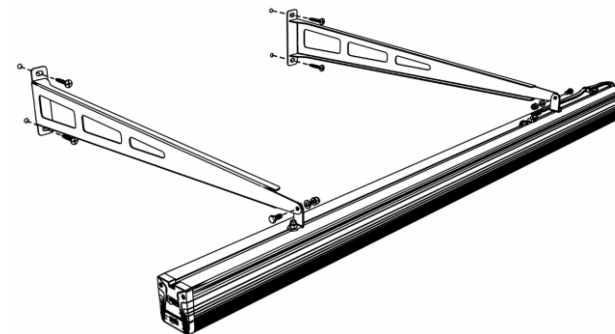

Рисунок 2 Установка креплений
5.3 Установите крепления на ровную поверхность (см. рис.2),